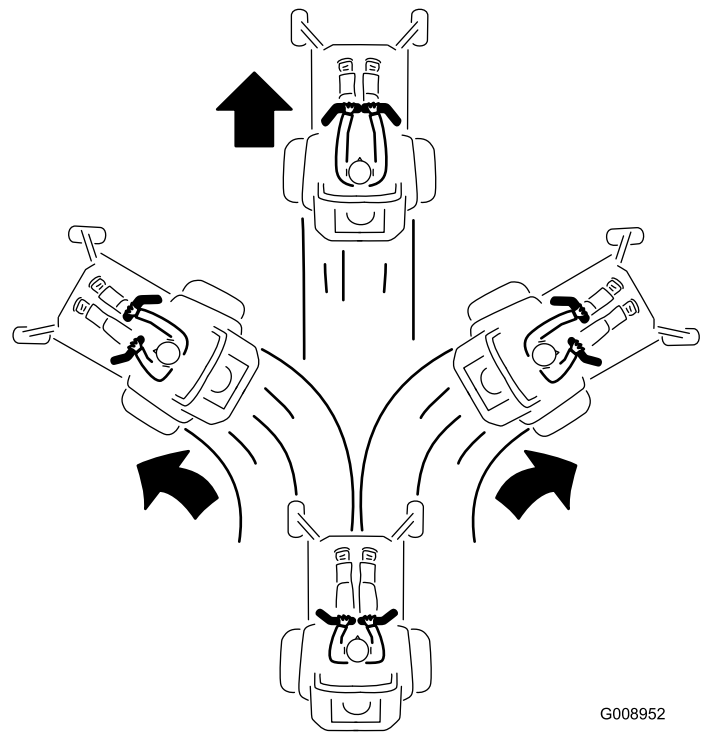

Рисунок 23
3. Для перемещения вперед нажмите на рычаги управления движением вперед (Рисунок 23).